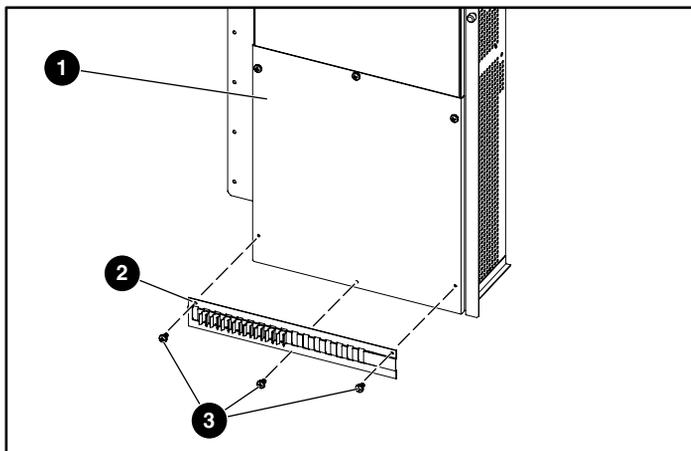

Figure 16 : Installation de la bride inférieure
❶ Vis
❷ Bride de câble supérieure
4. Installez la bride inférieure sur le cache du compartiment électronique en utilisant les trois vis que vous avez retirées au préalable (reportez-vous à la Figure 16).